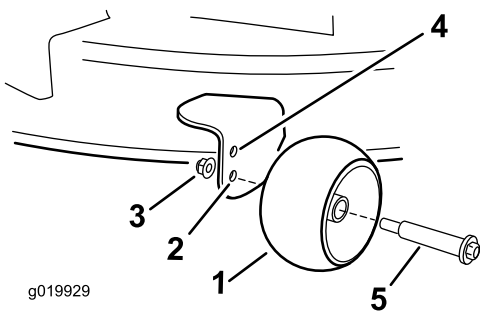

Figura 30
- Orificiul superior - utilizați această poziție cu puntea mainii de tuns iarba în pozițiile de 63 mm i sub pozițiile aferente înălțimii de tăiere (Figura 30).
- Orificiul inferior - utilizați această poziție cu puntea mainii de tuns iarba în pozițiile de 76 mm i deasupra pozițiilor aferente înălțimii de tăiere (Figura 30).